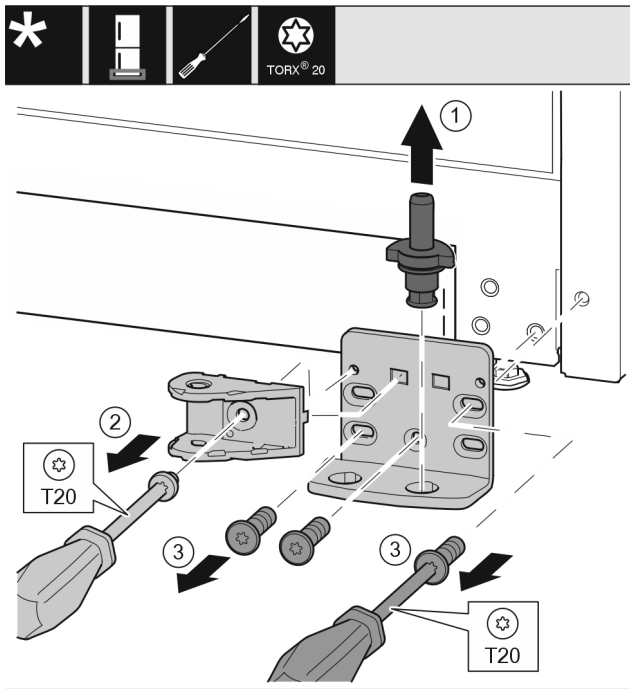

Fig. 23
- ▶ Izvucite podložak ležaja kompletno prema gore. Fig. 23 (1)
- ▶ Odvijačem T20 odvijte vijke i skinite spojni element prigušivača zatvaranja. Fig. 23 (2)
- ▶ Odvijačem T20 odvijte vijke i skinite podložak ležaja. Fig. 23 (3)